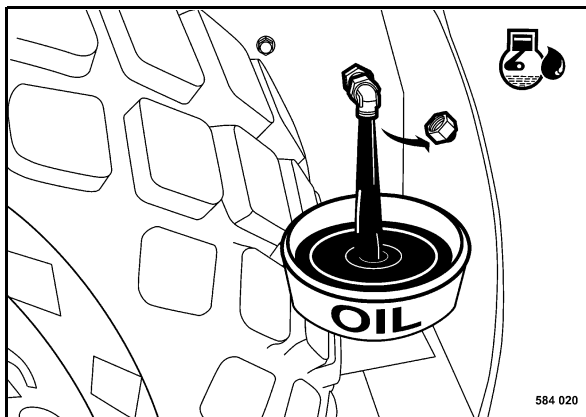

Fig. 162
- Desenroscar el tapón de descarga (Fig. 162) y recoger el aceite saliendo.